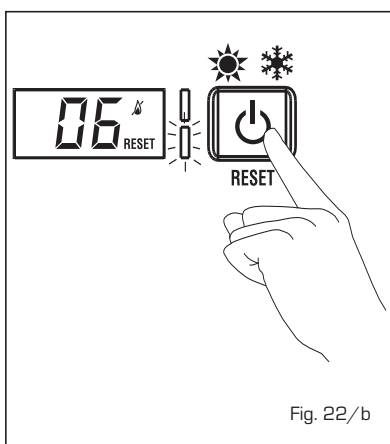

Fig. 22/b
- **ANOMALIA FUNZIONE TERMOSTATO SICUREZZA "AL 07" (fig. 22/c)**